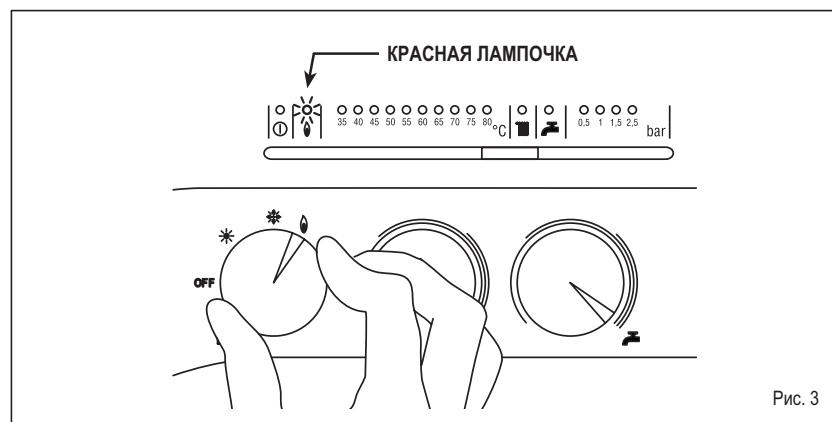

Рис. 3
- Отсутствие розжига (рис. 3).